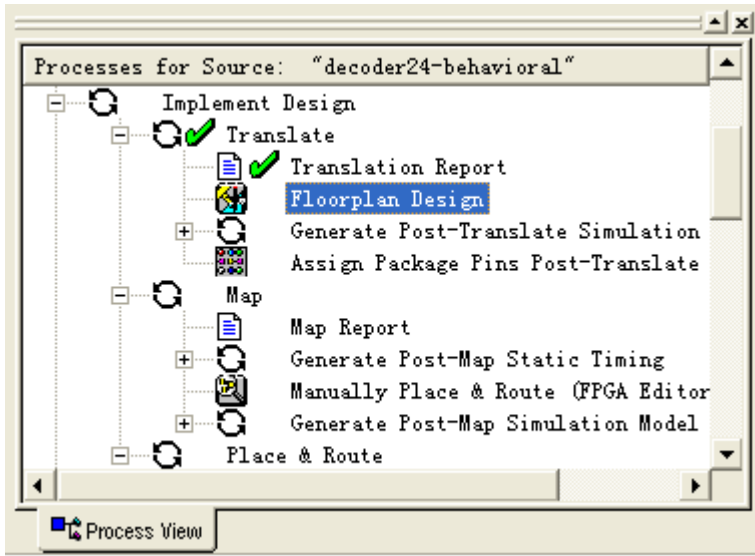
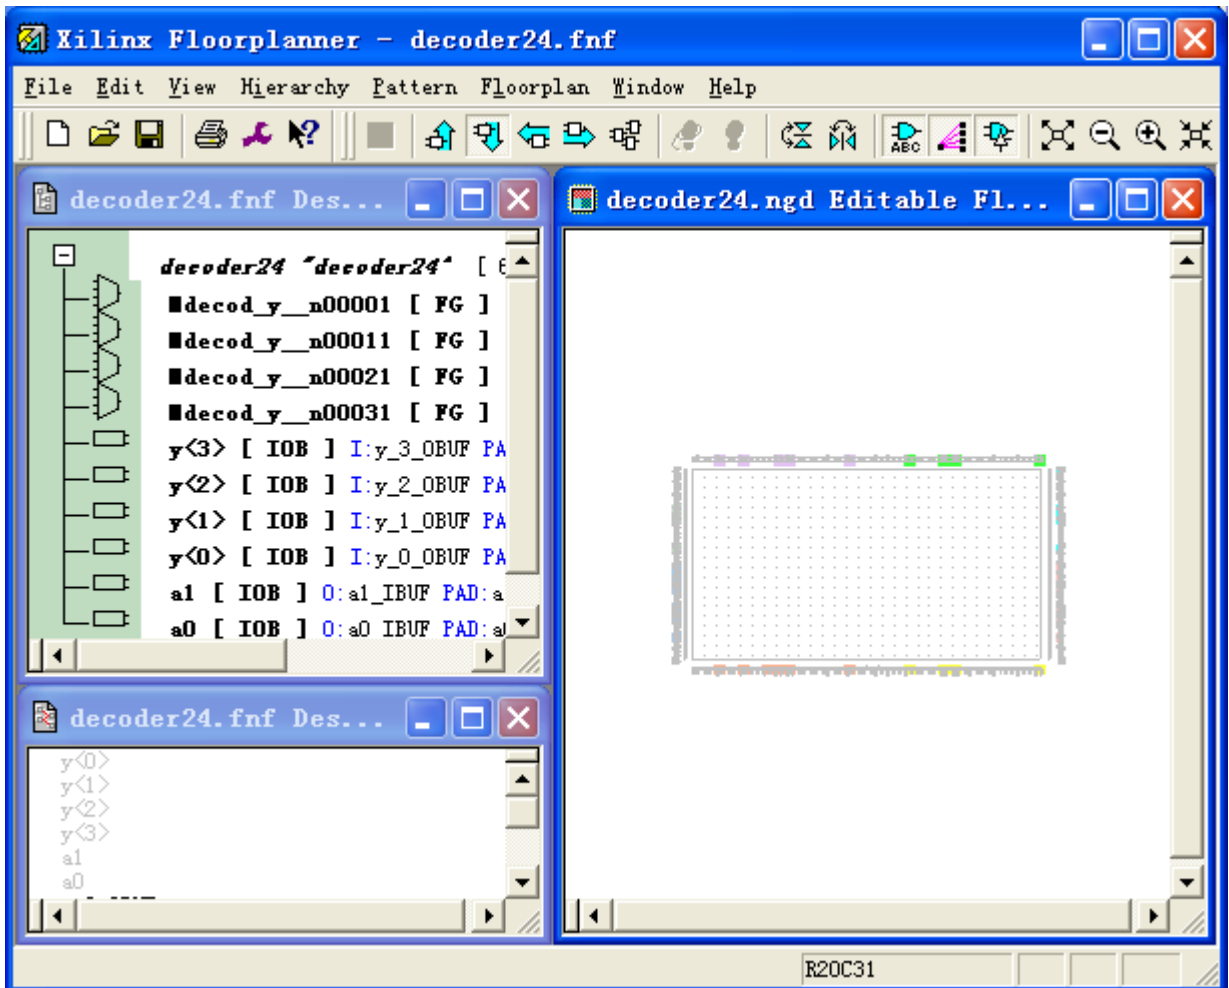

图 10-1-11 对设计中的文件进行操作
图 10-1-12 Xilinx Floorplanner 窗口
- 我们双击如图 10-1-11 所示的 Floorplan Design，这时会出现如图 10-1-12 所示的窗口，这就是 Floorplanner 的主界面；